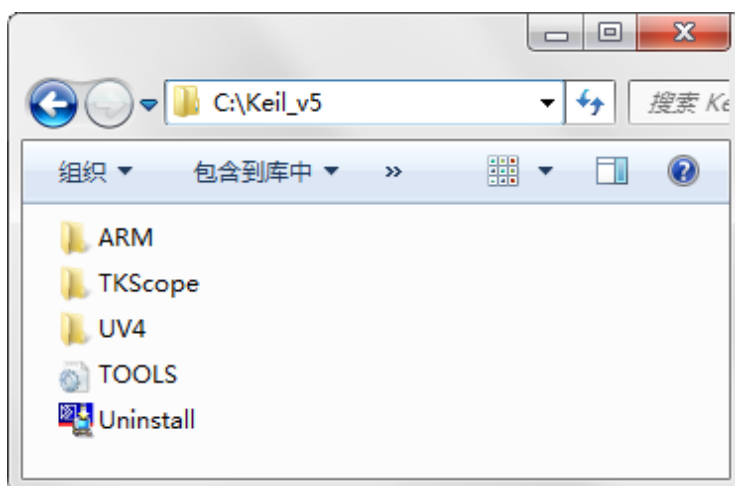

图 2.41 TKScope ARM 安装目录
- (8) 至此，TKScope ARM 的安装全部完成，安装正确后，我们可以在 Keil 的根目下找到 TKScope 文件夹，如图 2.41 所示。